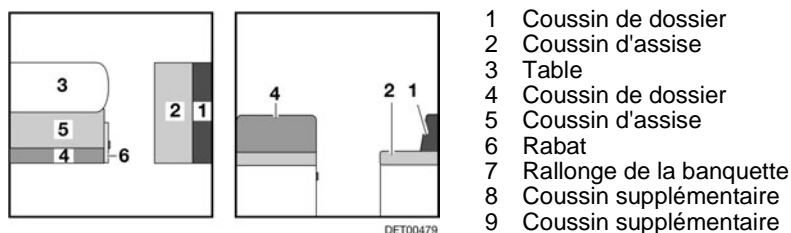

Fig. 112 Avant la transformation
- Agrandir la table (Fig. 112,3) et la transformer en sommier de lit (voir paragraphe 7.7).
- Tirer la poignée et ouvrir le portillon (Fig. 112,6).